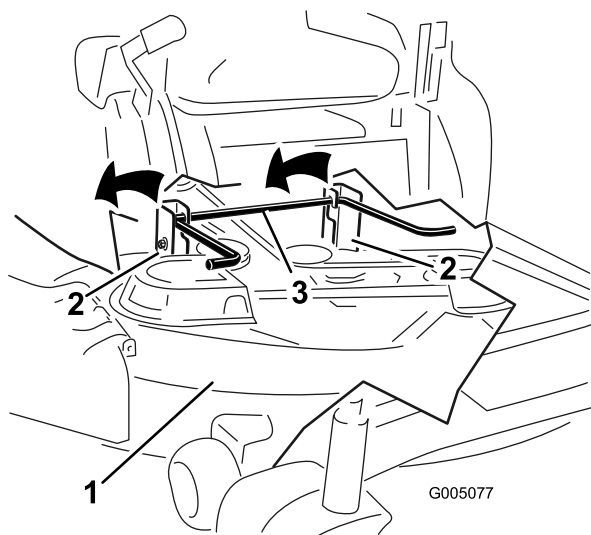

Figura 57
5. Eleve la plataforma del cortacésped y desenganche la varilla de elevación trasera de los soportes, y baje el cortacésped con cuidado al suelo (Figura 57).
- Eleve la parte trasera de la plataforma del cortacésped y coloque los soportes sobre la varilla de elevación trasera (Figura 57).